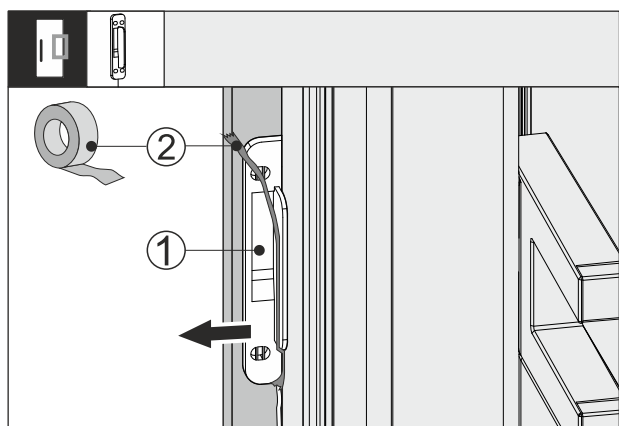

Fig. 64
- Válassza le a ragasztószalagot Fig. 64 (2) a koppintásérzékelőről Fig. 64 (1).